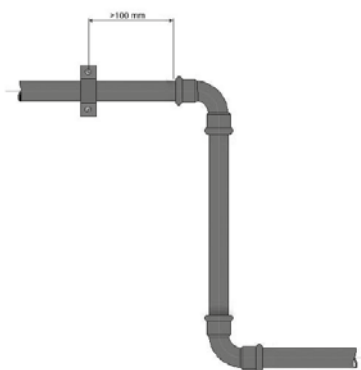

Abb. 7.4
1. Niemals Befestigungsschellen, die einen Festpunkt bilden, in der Nähe eines Fittings anordnen. (Abb. 7.4)